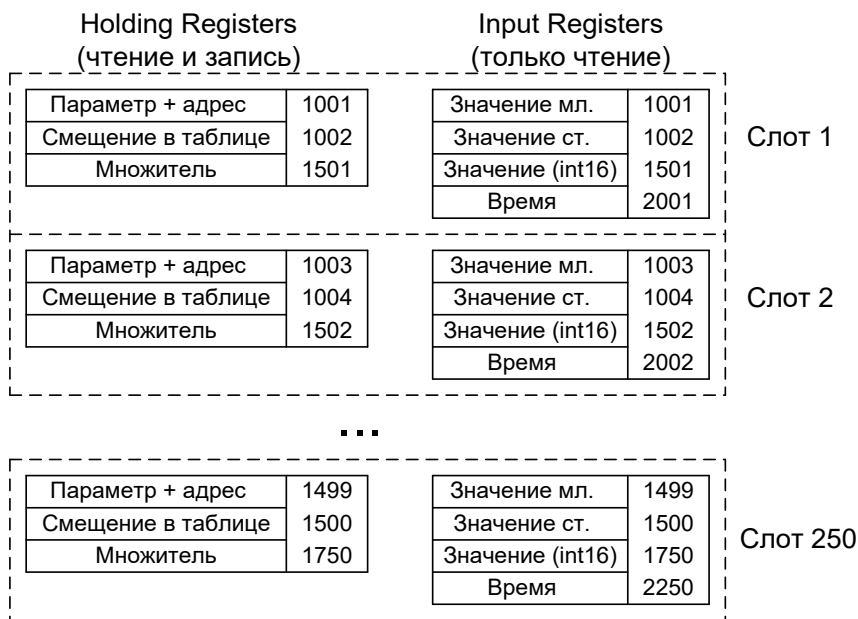

Рисунок 30 – Слоты опроса
3.9.6 Изменяемые параметры преобразователей доступны по протоколам «Modbus RTU» и «Modbus TCP» через слоты опроса (250 ячеек), в которые помещаются значения параметров преобразователей (рисунок 30). Каждый слот может хранить значение одного параметра преобразователя. Опрос преобразователей по линии СЕНС адаптер выполняет независимо от запросов по протоколам «Modbus RTU» и «Modbus TCP».